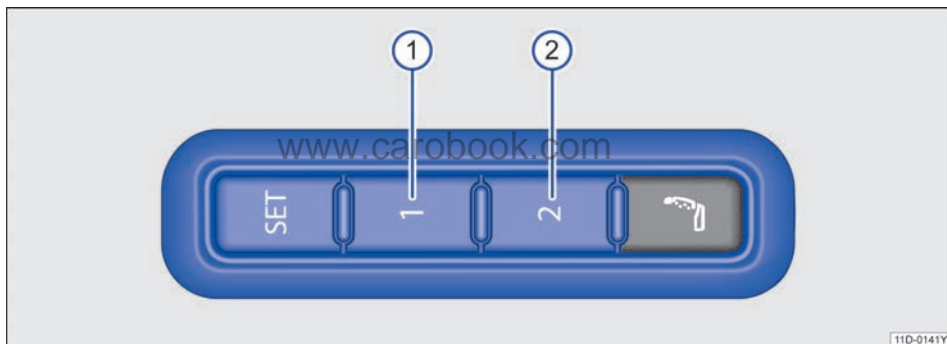

图 62 记忆位置图示
- 按压按键  → 图 62。
- 在 10 秒钟内按压需要设置的记忆按钮① 或 ②。一个声音信号确认存储于该记忆按钮的位置设置成功。